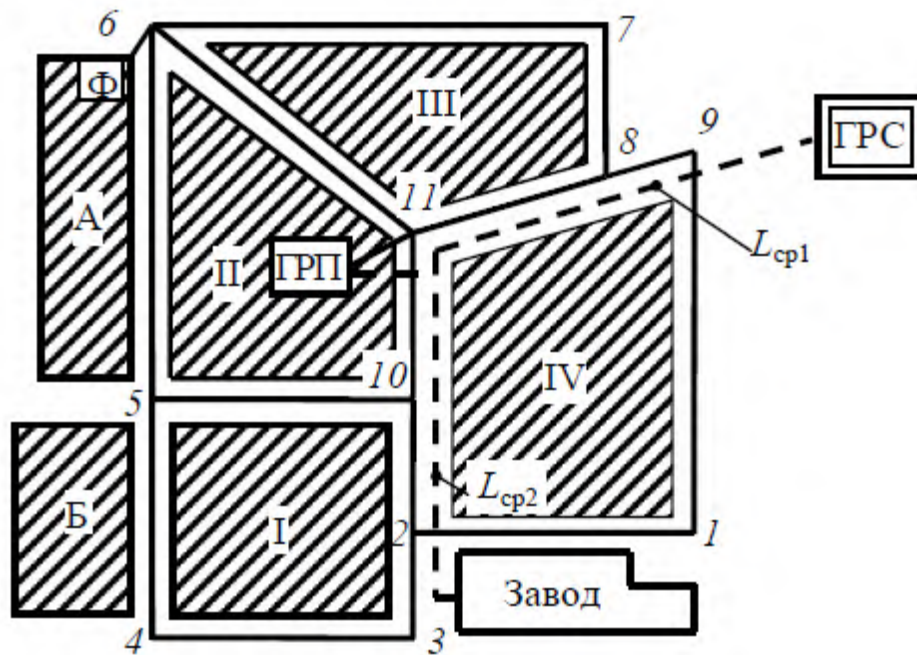

Рис. 1. Схема газовых сетей
**Задача 5.** Рассчитать газопровод среднего и низкого давления снабжающего природным газом ( $\rho = 0,73$  кг/м3) жилые кварталы рабочего поселка и промышленные объекты (рис. 1). Избыточное давление газа на выходе из ГРС 0,28 МПа. Застройка рабочего поселка одноэтажная с плотностью населения 300 человек/га. Удельный расход газа  $q = 1,1$  м3 / (ч·чел.). На территории поселка имеются сосредоточенные потребители газа. Фабрика с расходом газа низкого давления 150 м3 /ч и завод с расходом газа среднего давления 600 м3 /ч. Подача газа в распределительную газовую сеть низкого давления осуществляется из ГРП под давлением 300 мм вод.ст. Расчетный перепад давления в сети газопровода низкого давления  $\Delta P_c = 1000$  Па. Длины сторон колец газопроводов и площади застройки жилых